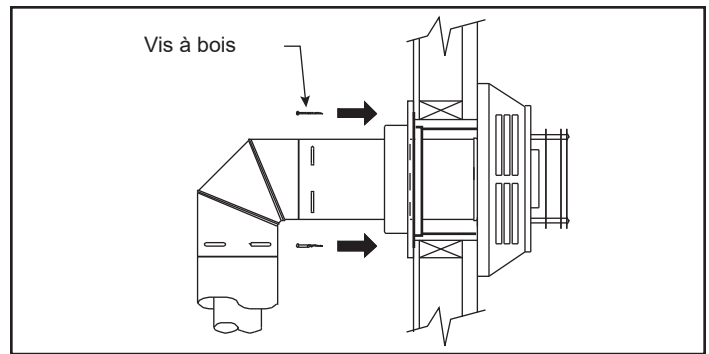

Figure 3.31
**Étape 6** – Faites glisser le couvercle du manchon d'emboîtement mural jusqu'à la surface du mur et fixez-le au mur avec les vis fournies (figure 3.31). Appliquez une garniture en laiton décorative optionnelle sur le couvercle du manchon d'emboîtement mural, si vous le souhaitez.